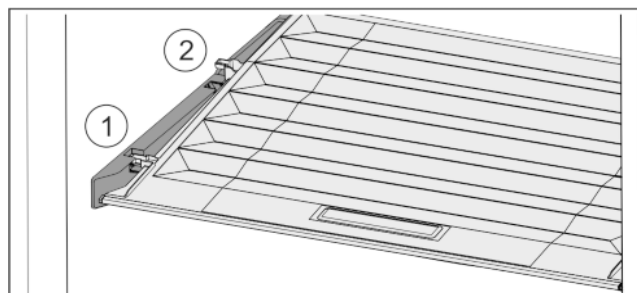

Fig. 32
- ▶ Tirer le couvercle vers l'avant jusqu'à dans l'orifice des pièces de retenue Fig. 32 (1).
- ▶ Le soulever par le bas à l'arrière et le sortir par le haut Fig. 32 (2).